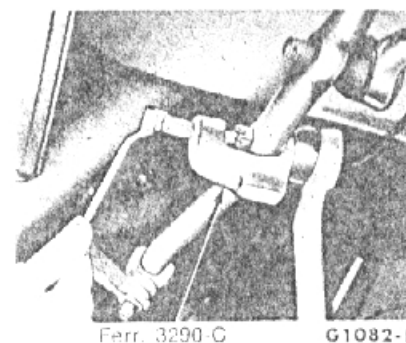

fig. 2 — remoção do terminal
- Desconectar os terminais, internos das barras de ligação utilizando a ferramenta 3290-C (fig. 2).